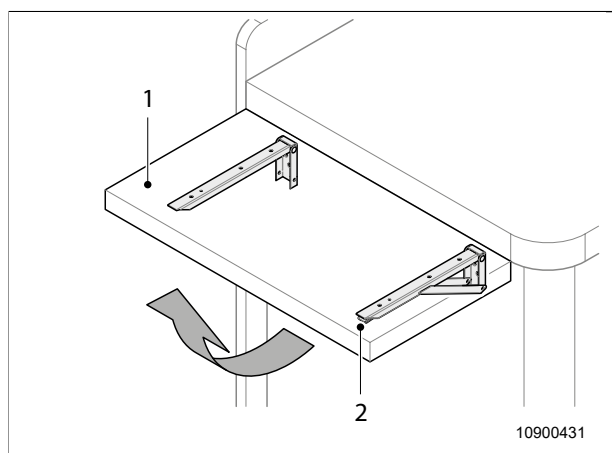

Fig. 27 Prolunga del piano di lavoro
1. Ripiegare verso l'alto la prolunga del piano di lavoro (Fig. 27, pos. 1) fintanto che si innesta in sede.
1. Premere la leva di blocco (Fig. 27, pos. 2) e piegare verso il basso la prolunga del piano di lavoro (Fig. 27, pos. 1), intanto che si innesta in sede.